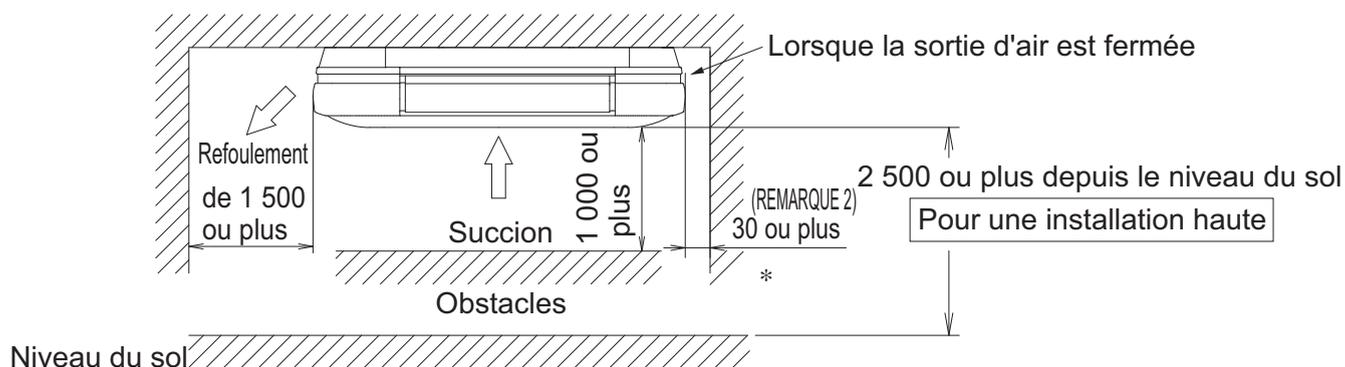
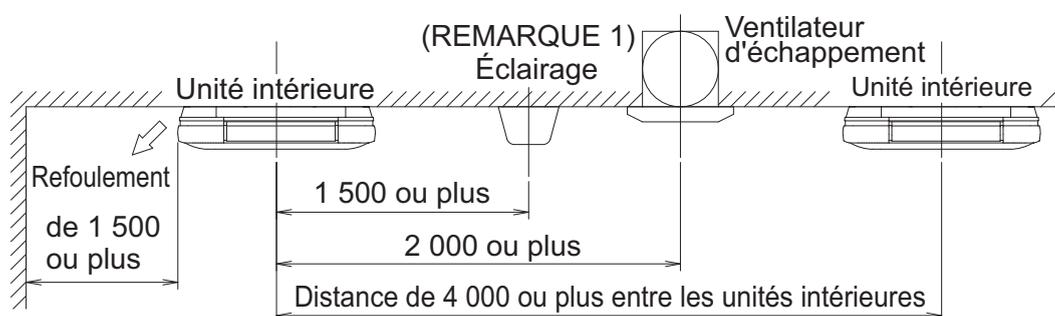

Fig. 1
Fig. 2
(1) Choisissez le lieu d'installation qui respecte les conditions suivantes et obtenez l'accord du client.
- Où un espace suffisant pour l'installation et l'entretien est assuré. **(Reportez-vous à la Fig. 1 et Fig. 2)**
Pour déterminer la zone de plancher minimale (uniquement pour le réfrigérant R32). Utilisez le graphe ou le tableau pour déterminer la surface minimale au sol. Voir la figure 1 à l'intérieur du couvercle avant.